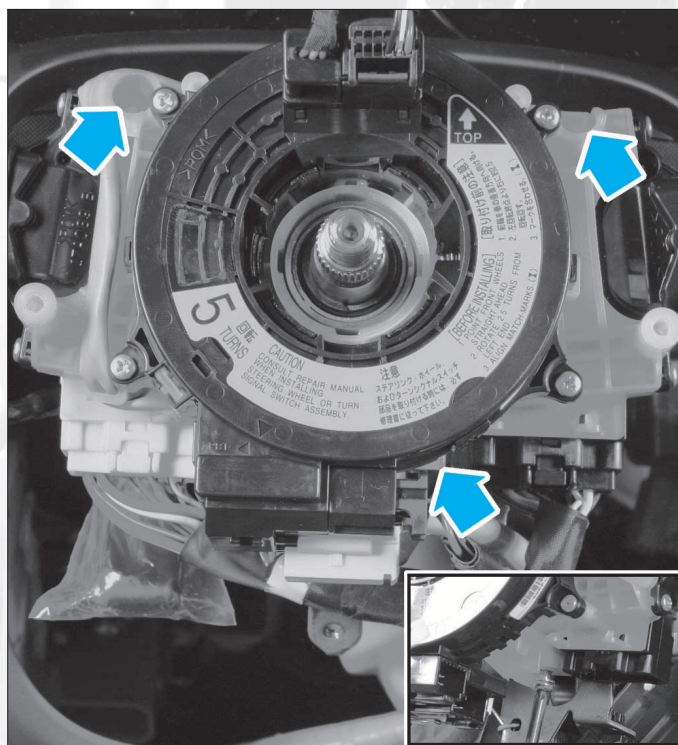

FIG. 32
- Déposer les vis de fixation du bloc commodo afin de l'extraire(Fig.32).